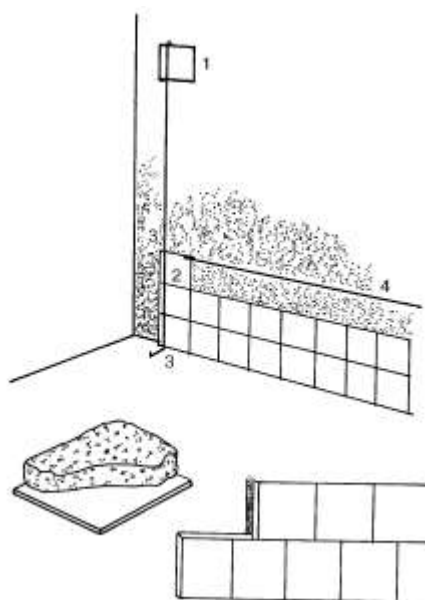

Рис. 26. Облицовка стен плитками: 1, 2 – временные маяки из плиток; 3 – штыри; 4 – шнур-причалка
**Приточка плиток.** Кромки расколотых плиток не всегда бывают ровными и гладкими, поэтому их, в зависимости от того куда они укладываются, приходится притачивать вручную или механически на карборундовом бруске или круге (рис. 26). Для прочного сцепления с цементным раствором, цементным тестом или казеиново-цементной мастикой плитки очищают от пыли и грязи и обязательно смачивают водой или же погружают в воду. Поры таких плиток заполняются водой, и при наклейке они не впитывают влагу из раствора или мастики, что увеличивает прочность сцепления плиток со стяжкой.